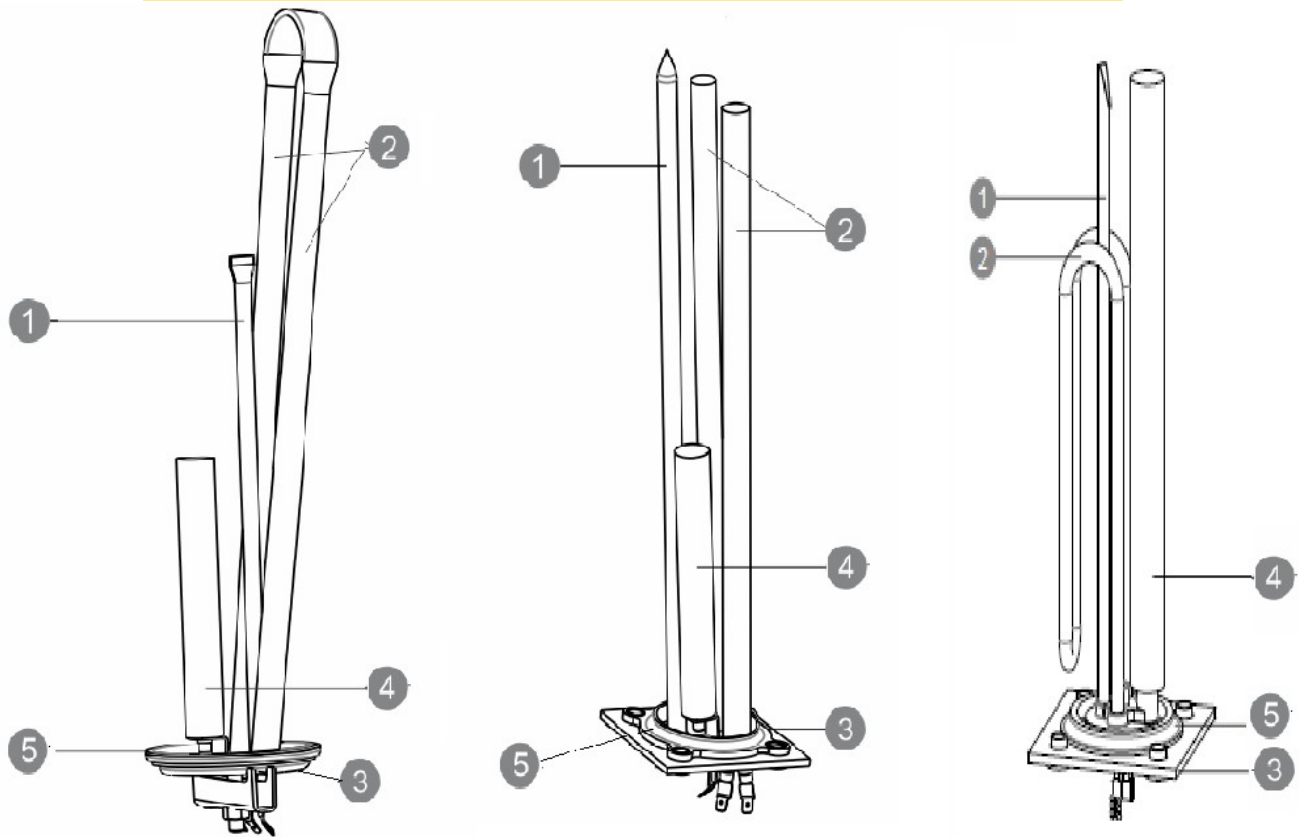

Рис.4 Фланец с защитным анодом
Очистка предусматривает удаление камней и других отложений и примесей, выявленных на поверхности нагревателя, в трубах и кранах. Визуально осмотрите поверхность нагревательного элемента, если есть трещины или другие механические деформации, замените их на новые. Защитный анод (4) на рис.4 предназначен для защиты нагревателей от коррозии и электрохимических реакций. Установите новый анод, если старый изношенный. После очистки осадка надо прополоскать и наполнить водой. Если вода содержит много извести или анод расходуется быстро, рекомендуем контролировать и проводить чистку несколько раз в год для долгосрочной и эффективной работы устройства. При повторной установке электрического нагревателя убедитесь, что фланец, нагреватель и термостат расположены в их оригинальном положении. Мы рекомендуем после каждой очистки электрического нагревателя заменить резиновую прокладку.